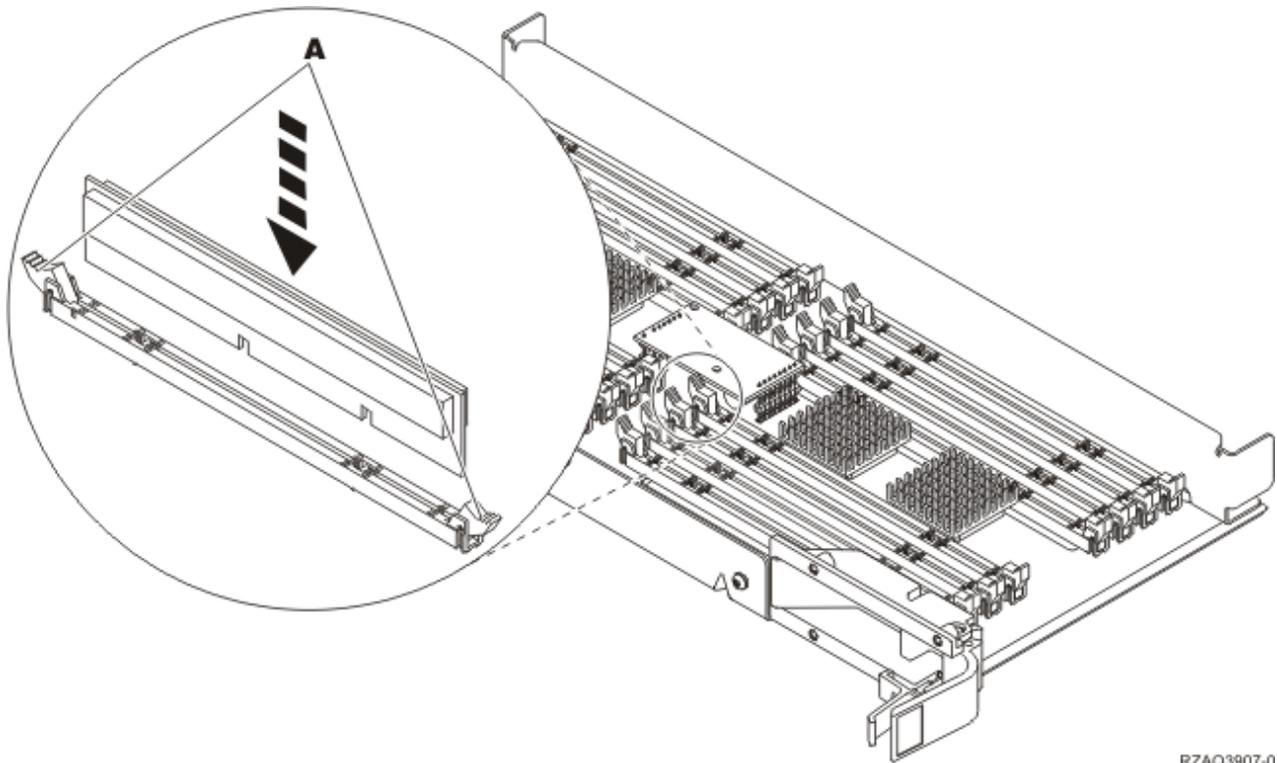

Figura 4. Instalar Placas de Memória
- \_\_\_ b. Alinhe a placa conforme está exemplificado na Figura 4 na página 6.